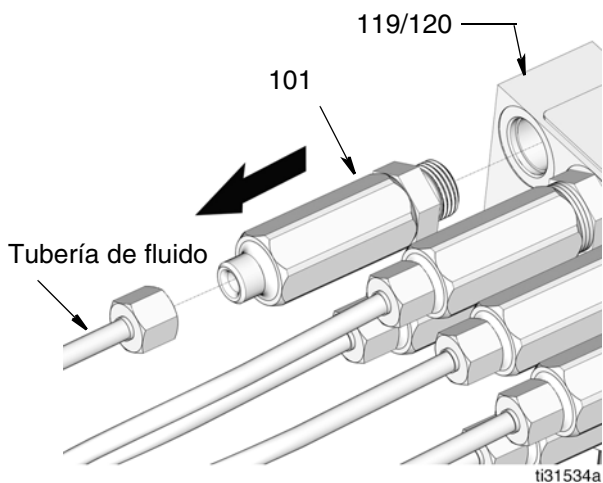

FIG. 38
- b. Retire el tubo de alimentación. Con una llave de vaso de 5/8", saque el inyector (101) del colector (119/120) (FIG. 38).